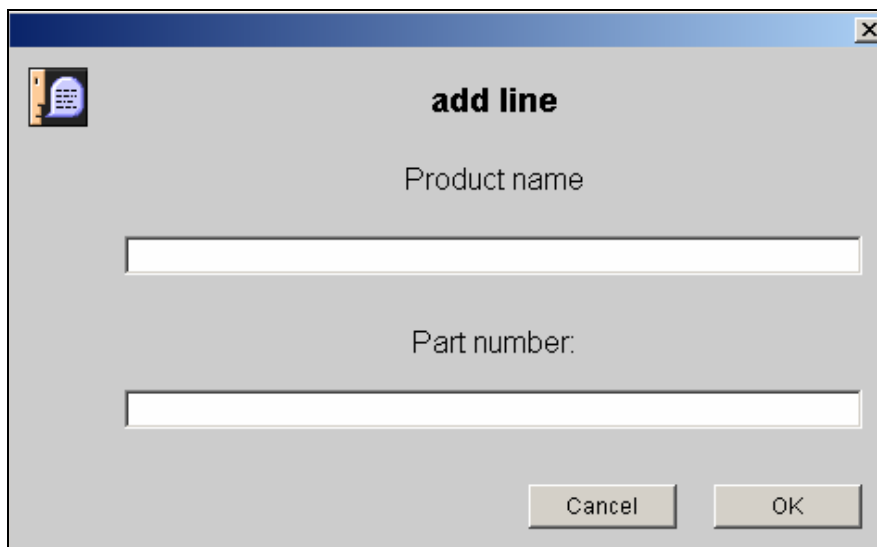

Рис. 2: Ввод наименования и складского номера детали
- Щелкните на кнопке **"Добавить"** окна "Текущие складские номера". Открывается диалоговое окно (рис. 2).